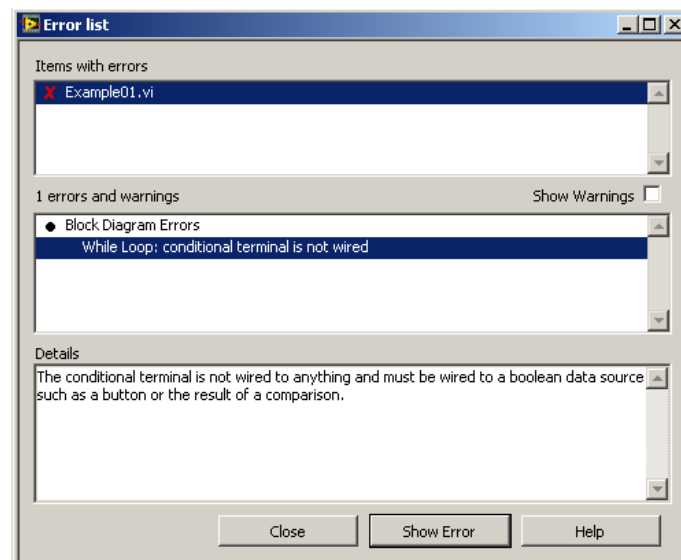

Рис.2.8. - Окно списка ошибок
- Нажмем на кнопку со сломанной стрелкой **List Errors** (составить список ошибок), откроется окно списка ошибок (рис.2.8)
- В результате на передней панели появится кнопка управления **Stop**, а ее терминал на блок-схеме автоматически соединится с терминалом условия цикла (рис.2.8)